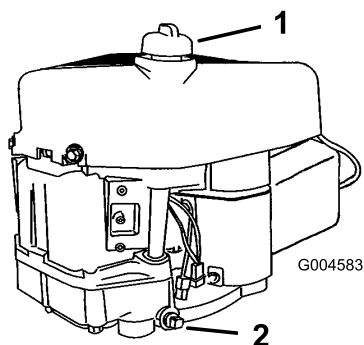

Figura 18
- Vierta lentamente aproximadamente el 80% de la cantidad especificada de aceite por el orificio de llenado (Figura 18). Compruebe el nivel de aceite; consulte Verificación del nivel de aceite.